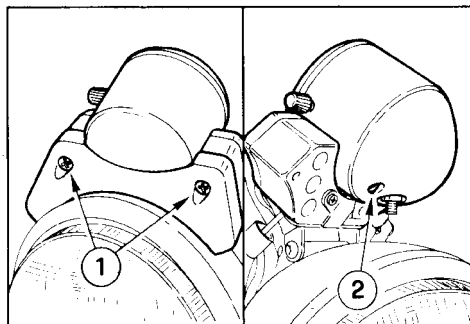

Fig. 40
- Per accedere alla lampada d'illuminazione dello strumento, togliere lo spoiler cruscotto-fanale svitando le due viti di fissaggio (1-fig. 40). Rimuovere quindi la calotta di protezione dello strumento togliendo la relativa vite (2-fig. 40). Estrarre il portalamпада con l'ausilio di una pinza. **NON FORZARE I CAVI ELETTRICI.** Sostituire quindi la lampada.